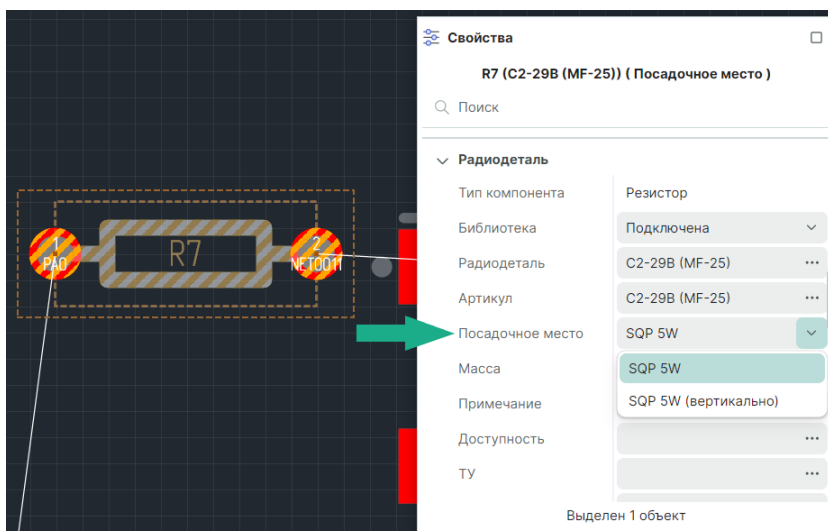

Рис. 150 Выбор посадочного места
1. Перейдите в функциональную панель «Свойства» → «Радиодеталь» → «Посадочное место», выберите нужное посадочное место из выпадающего меню, см. Рис. 150.